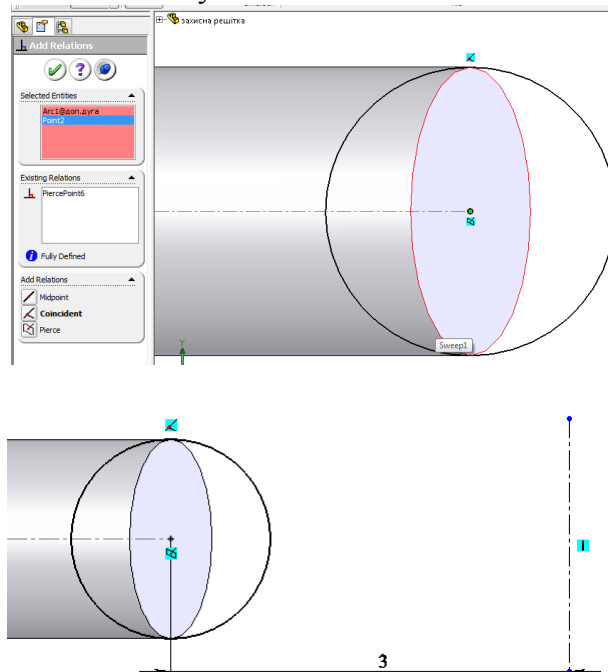

Рис. 6.2.7. Ескіз для створення скоби
8. Створимо скобу кріплення вибравши одну з площин, що проходить через центр однієї з основ витягнутого елемента. Ескіз на рис. 6.2.7. Коло ескізу і верхня точка витягнутого елемента мають співпадати (взаємозв'язок - СОВПАДЕНИЕ). Центр кола має бути визначений за допомогою взаємозв'язку ТОЧКА ПРОНЗАНИЯ.